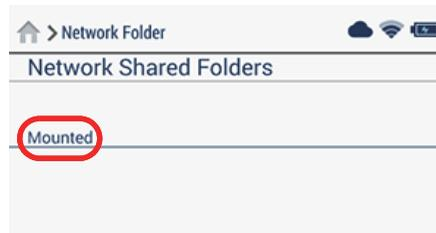

图 4-3 文件夹被成功装载
Mounted（已装载）注释出现在所选文件夹的下面（参见第113页的图 4-3）。
1. 点击已装载网络文件夹（参见第113页的图 4-3）。
1. 点击**Network Shared Folders**（网络分享文件夹）列表中的一个文件夹（已装载或未装载）（参见第113页的图 4-3）。